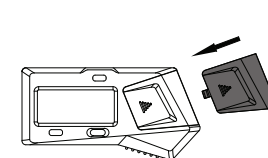

fig.3
- Feche a tampa da bateria (fig.3)